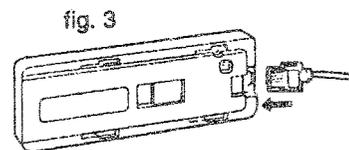

fig. 3
3. Collegare l'altra estremità del cavetto OPC-581 al pannello staccato (Fig. 3).